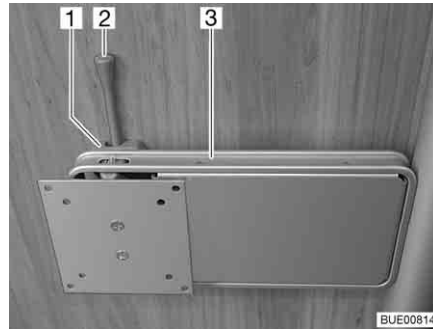

Fig. 88 Fijación en la columna
- Empujar la palanca de desbloqueo (Fig. 88,2) hacia el lado y girar el soporte (Fig. 88,3) junto con la pantalla plana a la posición deseada.
- Girar la pantalla plana hacia la posición inicial hasta que el soporte (Fig. 88,3) engatille en el bloqueo (Fig. 88,1).